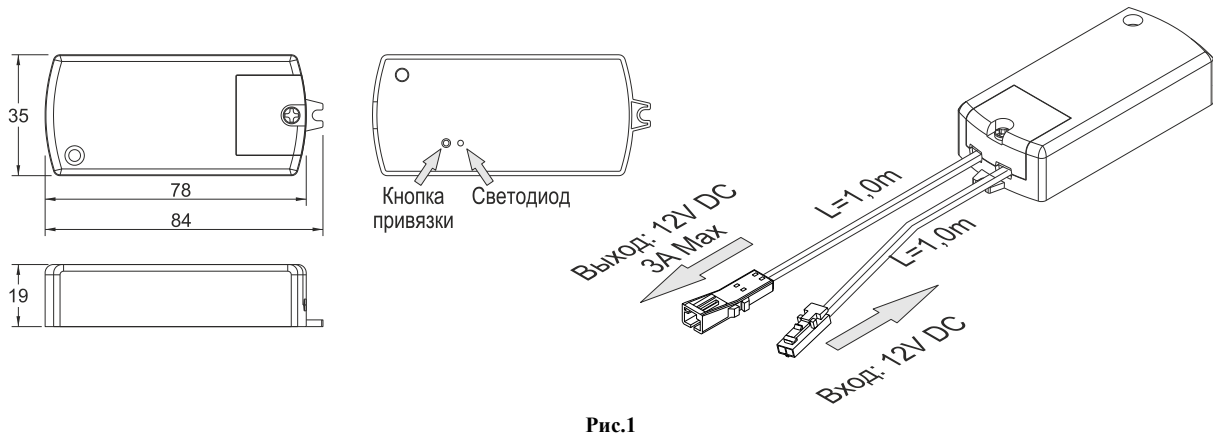
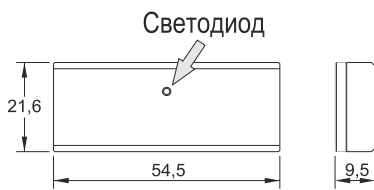
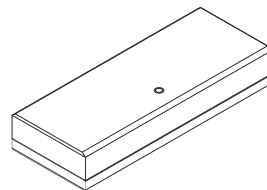

Рис.1
Рис.2
Рис.3
- Беспроводной магнитный выключатель состоит из устройства управления CSR-1 (приемник) (Рис.1) и магнитного датчика MSR-1 (от 1-го до 3-х в зависимости от артикула комплекта). Магнитный датчик включает в себя передатчик (Рис. 2) и постоянный магнит (Рис.3).